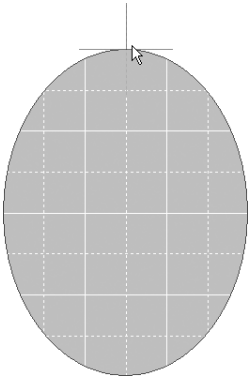

图 3-73 绘制椭圆
(3) 此时光标移到椭圆的上顶点处，垂直拖动鼠标改变椭圆垂直轴的长短，在合适的位置单击鼠标，完成一个椭圆的绘制，如图 3-73 所示。
(4) 此时系统仍处于绘制椭圆状态，可以继续绘制椭圆。若要退出，单击鼠标右键或按〈Esc〉键。